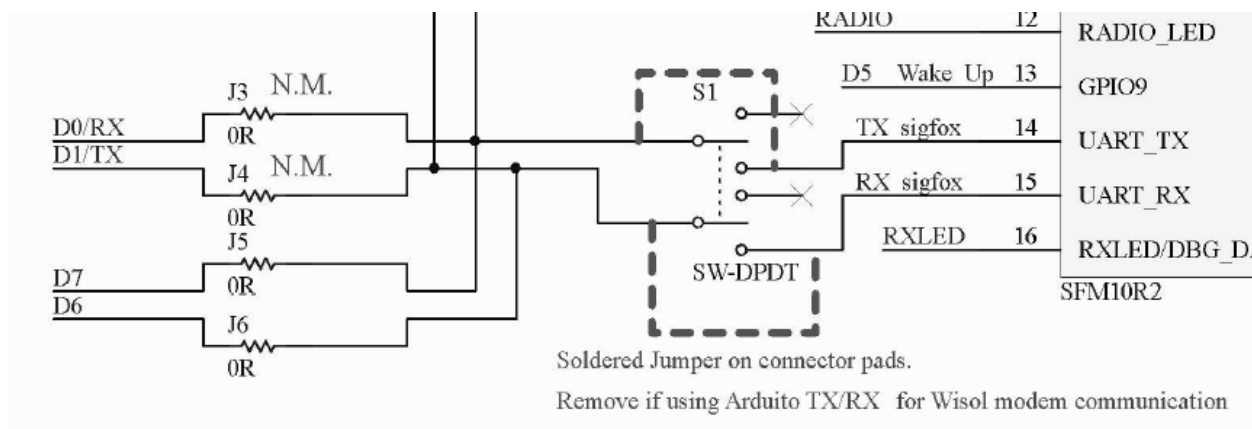

Figura 9: Diagrama elétrico de comunicação entre Arduino com Modem Wisol Sigfox
Este botão serve para facilitar a gravação do Arduino somente quando operando no **Modo UART**, visto que neste modo os pinos são compartilhados com a gravação do Arduino. Quando o botão é pressionado, ocorre a desconexão das linhas seriais do Modem (ver figura 9), desta forma, no Modo UART pode-se realizar a gravação da placa Arduino sem a necessidade de remoção da placa.
**Obs: Este botão sai desabilitado de fábrica conforme jumper de solda apresentado na figura 9. Caso necessário seu uso, remover a solda abaixo do conector com um soldador.**